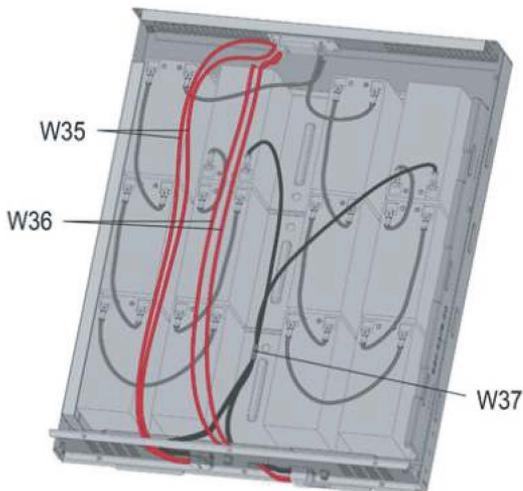

Рис. 2-9
(2) Подключите провод акумулятора (w35, w36, w37) в соответствии с Рис. 2-9.